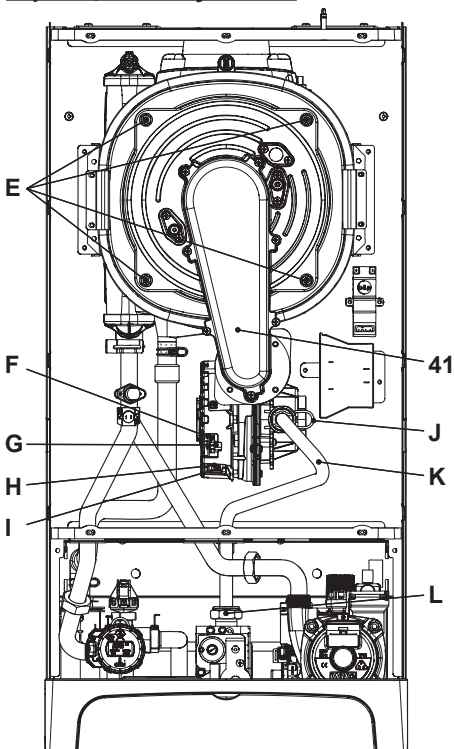

Рисунок 9.7
Чтобы удалить узел горелки вентилятора 41, см. Рисунок 9.7.
- Вставьте плоскую отвертку в выемку **I** соединителя **H** и действуйте ею как рычагом в направлении вниз, одновременно отсоединив соединитель **H**, извлеките его спереди (Рисунок 9.7).
- Отсоедините соединитель вентилятора **F**, нажав на пластмассовый крючок **G**, расположенный в нижней части соединителя (Рисунок 9.7).
- Отвинтите гайки **E** и извлеките узел горелки вентилятора 41 (Рисунок 9.7)